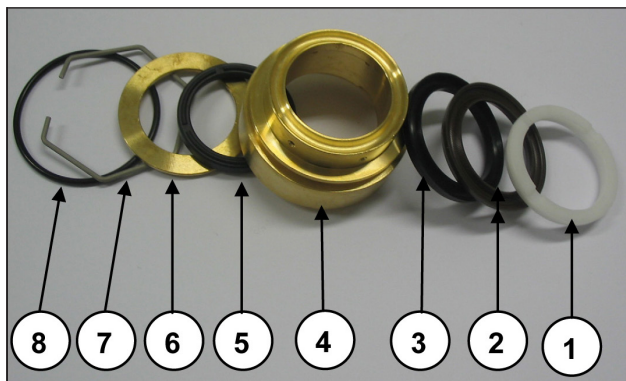

Fig. 44
**Preste atenção à ordem de desmontagem do pacote de vedação, conforme indicado na Fig. 44, composto de:**
- B) Lubrifique os componentes ②③⑤ (Fig. 44) com lubrificante de silicone Tipo OCILIS cód. 12001600. Tal operação é considerada necessária também para facilitar a adaptação das bordas da vedação sobre os pistões.